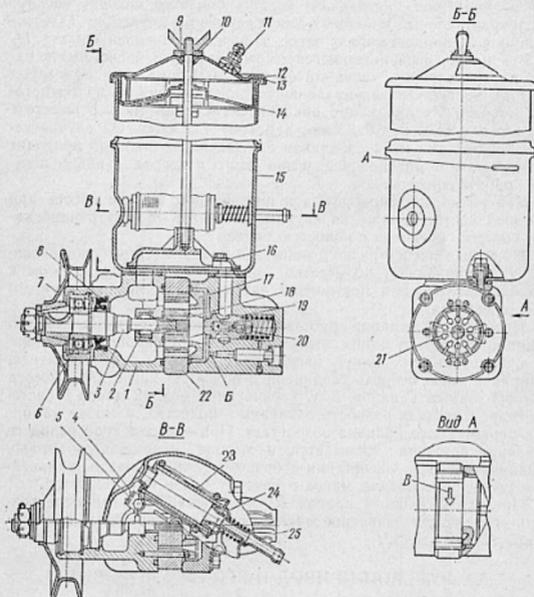

Рис. 73. Насос гидроусилителя рулевого привода:
Насос гидроусилителя (рис. 73) лопастного типа двойного действия. Ротор 18 имеет пазы, в которых перемещаются лопасти 21. Ротор установлен на валу в шлицах, что обеспечивает возможность взаимного осевого перемещения ротора и вала. Лопасти насоса должны перемещаться в пазах ротора без заеданий. При
8. Выверните из крышки бачка насоса гидроусилителя предохранительный клапан 11 (рис. 73), а вместо него вверните переходной штуцер с резьбой  $K1/8''$ .